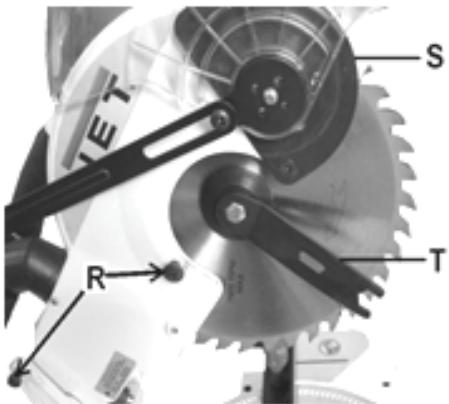

Рис. 8
- Зніміть захисний кожух пилки (S, Рис. 8), відкрутивши два гвинти (R) збоку та відстебнувши захисний кожух (S).
- Встановіть на місце пластиковий захисний кожух та затягніть два гвинти (R, Рис. 8).